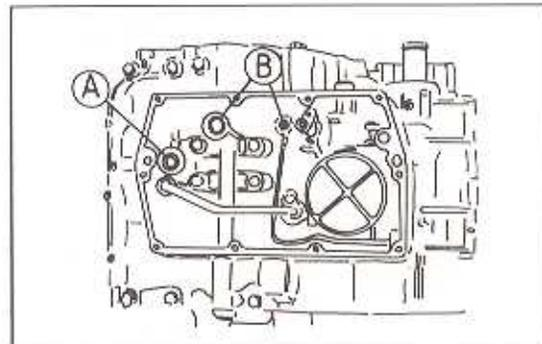

Bild 137
- Das Ölrohr der Ölpumpe ausbauen (Bild 137).